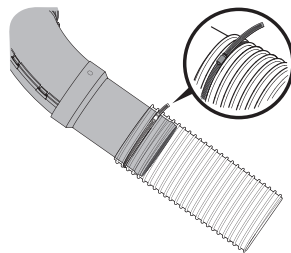

Figura 24
5. Instale el canal superior y el tubo de extensión en la extensión de manguera flexible tal como se muestra en la Figura 24, posicionando la misma por encima de la tira de goma adhesiva ancha previamente instalada sobre el tubo de extensión.
NOTA: Oriente la abrazadera de manguera de manera que se alinee por encima de la tira de goma adhesiva ancha previamente instalada sobre el tubo de extensión del canal y el exceso de las puntas de la abrazadera hacia adentro y abajo con el tornillo de sujeción mirando hacia afuera. Ver inserto en la Figura 24.